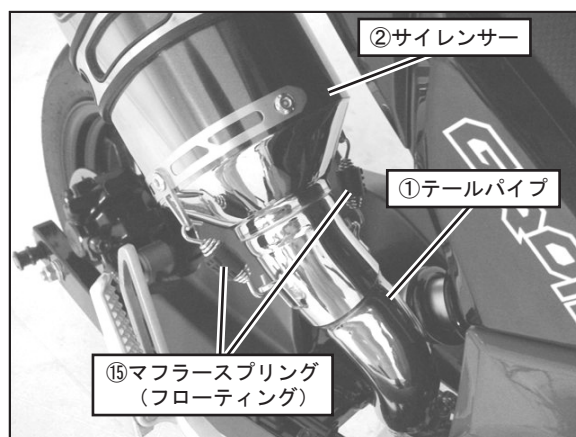

FIG. 7
6. ①テールパイプに②サイレンサーを取り付け、⑮マフラスプリングをスプリング取付工具を使用して取り付けして下さい。(FIG. 7参照)